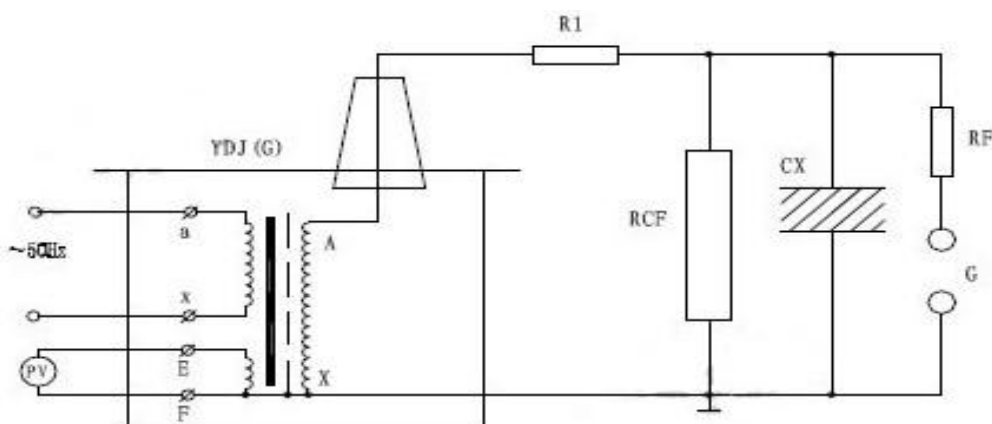

图6：被试品工频耐压试验接线图
1、YDJQ 工频耐压试验成套装置做被试品的工频耐压试验使用接线原理图见图6。
在工频耐压试验中，低压侧测量电压（仪表电压）不是非常准确的，其原因是由于工频耐压试验成套装置存在着漏抗，在这上个漏抗上必然存在着压降或容升，使试品上的电压低于或高于低压侧测量电压表上反映出来的电压。工频耐压试验时，被试品上的电压高于工频耐压试验成套装置的输出电压，也就是所谓容升现象。感应耐压试验时，工频耐压试验成套装置的漏抗必须存在着压降。为了准确测量被试品上所施加的电压，因此常在高压侧接入RCF 阻容分压器来测量电压（见图6）。